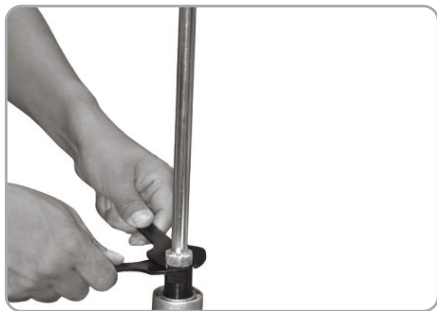

Fig.6
- Însurubați și strângeți cu cele 2 chei hexagonale disponibile (fig.6).